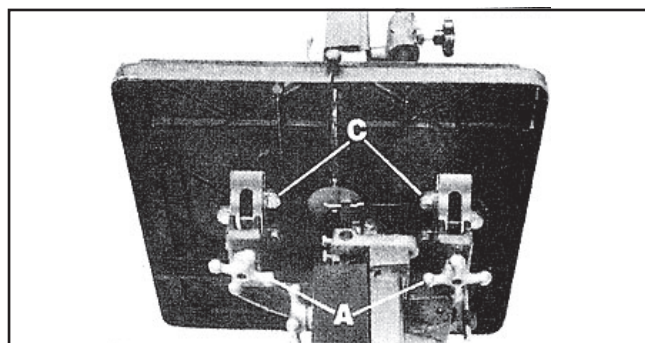

Figura 15
La mesa de su sierra cinta puede inclinarse a 45° hacia la derecha y a 10° hacia la izquierda. Para inclinar la mesa, afloje las dos ruedas en forma de estrella (A) Figura 15, incline la mesa al ángulo deseado y apriete las dos ruedas en forma de estrellas (A).
Apriete los 6 tornillos de cabeza hexagonal (C) Figura 15.